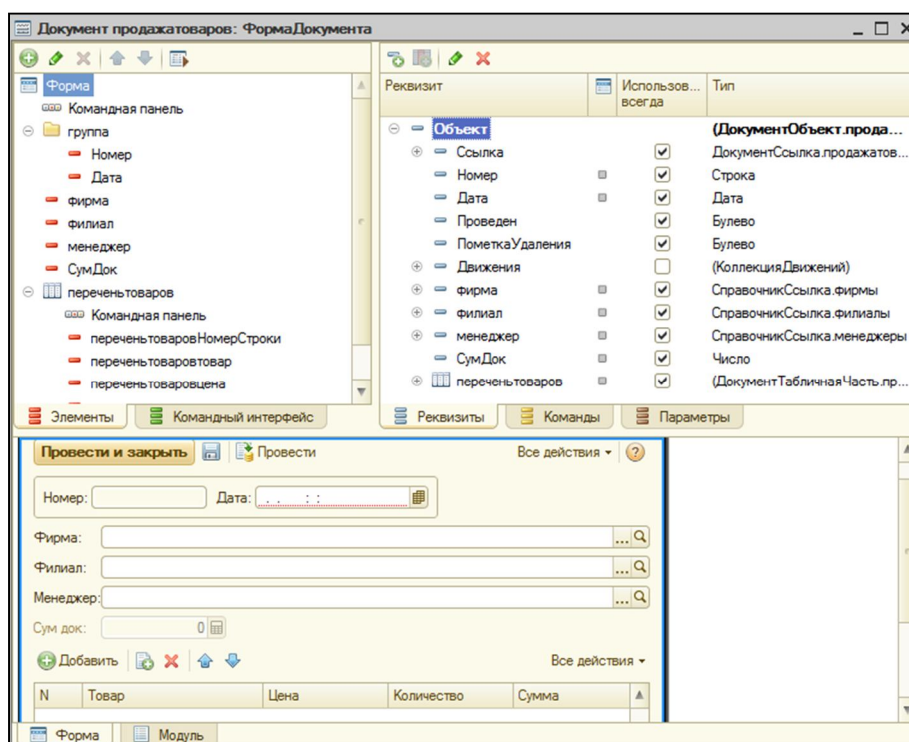

Рис. 31. Добавление реквизита СумДок в форму документа «ПродажаТоваров»
2. На вкладке «Формы» внести СумДок в форму документа, используя верхнее правое окно «Реквизит» (рис. 31). В окне свойств отключить флажок доступности поля.